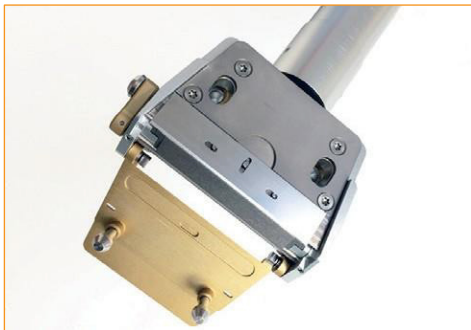

Figura 4. Insira a lâmina
- Cuidadosamente coloque a lâmina do Dermátomo conforme Figura 4, assegurando de que as três ranhuras da lâmina se intertravem com os três pinos da placacoberta.